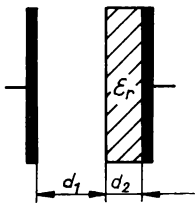

Bild 71
- 8.22** Berechnen Sie die Kapazität des im Bild 71 dargestellten Plattenkondensators, der teilweise mit einem Dielektrikum gefüllt ist. Die Plattenfläche ist A .